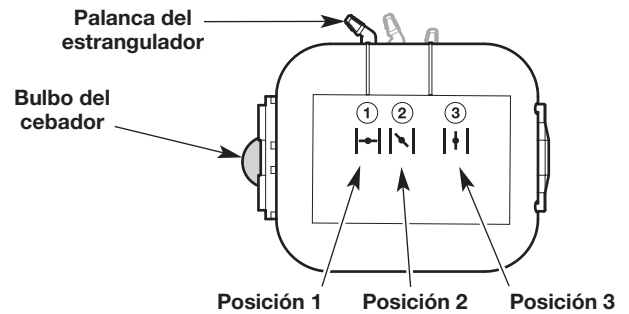

Fig. 11
1. Presione y luego suelte el bulbo del cebador lentamente **10 veces** (Fig. 11). Si no puede ver combustible en el bulbo del cebador, oprima y suelte el bulbo del cebador hasta que se vea combustible.
2. Coloque la palanca del estrangulador en la **Posición 1** (Fig. 11).
6. Coloque la palanca del estrangulador en la **Posición 2** (Fig. 11).
9. Coloque la palanca del estrangulador en la **Posición 3** (Fig. 11). Deje que el motor se caliente 60 segundos más. Se puede usar la unidad durante este período.
SI... el motor no funciona de manera uniforme, regrese la palanca del estrangulador a la **Posición 2** (Fig. 11) y siga calentándolo.